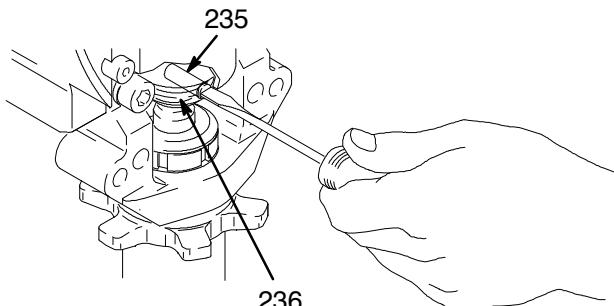

Рис. 1
- Отвинтите от насоса трубку всасывания (34), придерживайте ключом впускной клапан (A) насоса, чтобы не ослабить крепление насоса.
- Отсоедините выходной шланг насоса (100) от выходного патрубка поршневого насоса (60).
- См. Рис. 1. С помощью отвертки сдвиньте вверх стопорную шайбу (236) в верхней части насоса. Вытолкните шпильку (235).